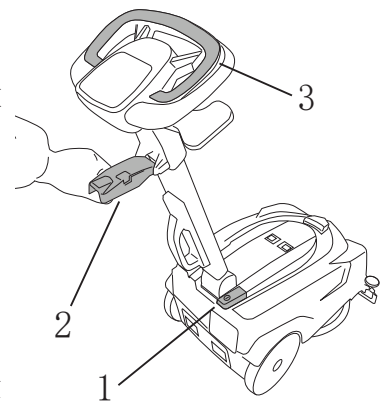

Fig. 16
- 按下总开关（图16，编号1）；
- 通过杠杆，将吸水扒降低（图16，编号2）。
- 操作地刷指令杠杆（图16，编号3）。
- 通过杠杆，将吸水扒升起（图16，编号2）。